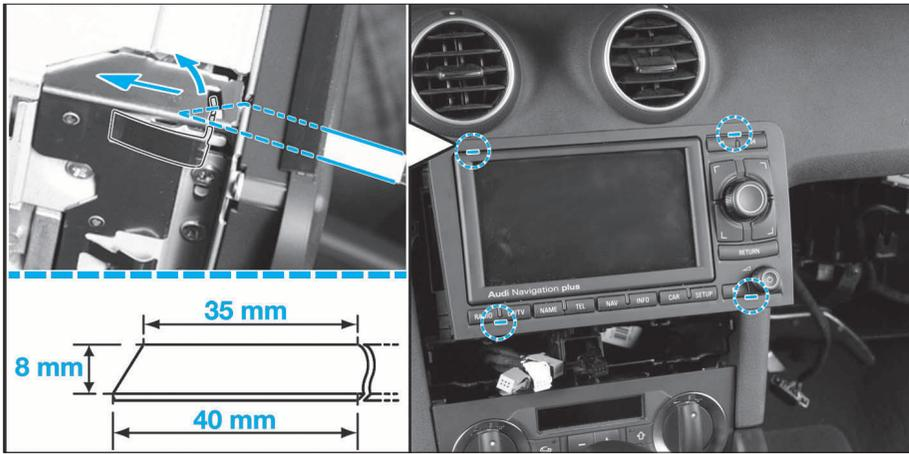

FIG. 7
- Déposer le module de navigation. Pour cela, à l'aide de l'outil constructeur ou de celui fabriqué selon les côtes données, extraire le module de navigation. Pour se faire, insérer l'outil dans les 4 interstices situés aux coins du module de navigation (Fig.7).